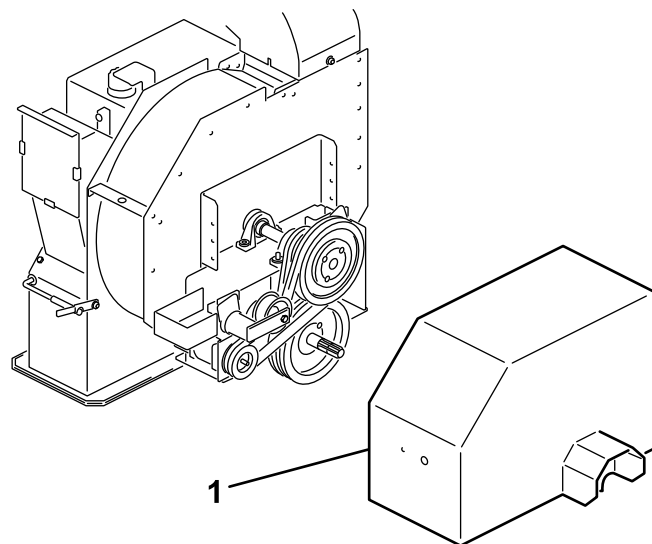

Figura 12
1. Retire el protector de la transmisión de las poleas (**Figura 12**).
1. Afloje los pernos y las tuercas que fijan el protector de la transmisión al alojamiento del impulsor (Figura 12) y retire el protector.
2. En la parte de atrás del bastidor, afloje el perno que fija el tensor de la correa al bastidor (Figura 12).